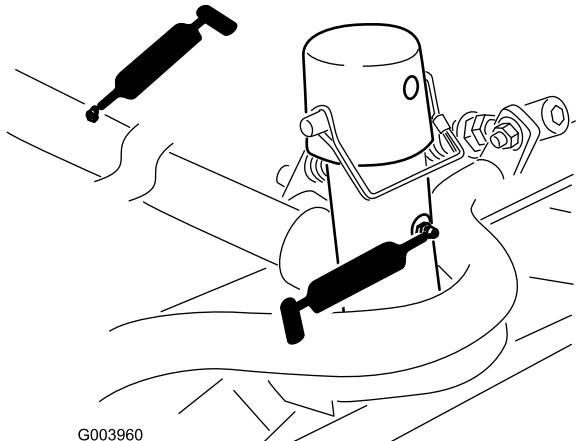

Figura 55
- Telaio portante e perno degli elementi di taglio (2 cad.) (Figura 55)